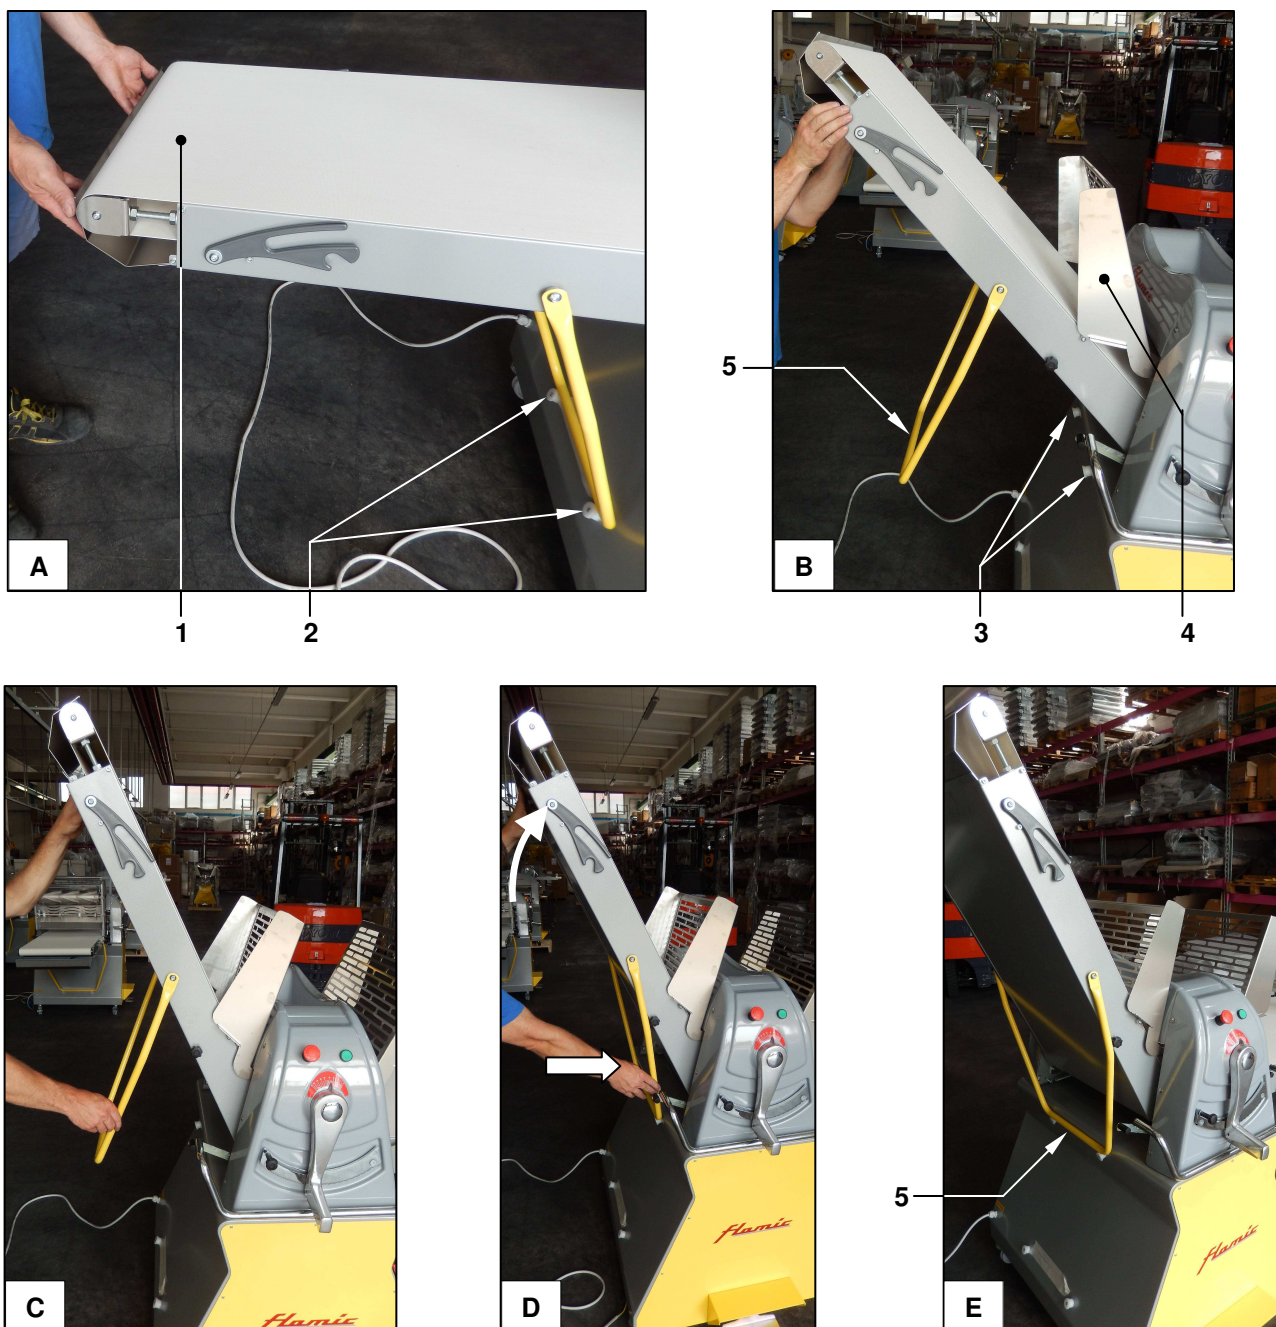

Рис. 18 - Подъём/опускание столов (модель SF600)
Для перемещения стола (1) из положения на фото А в положение на фото Е (Рис. 18):
- полностью поднимите ограждение (4) (см. пар. 3.5.1)
- поднимите стол (1) (фото В),
- для $L_{\text{стол}} \leq 850$ мм: оператор, поддерживая стол одной рукой, второй рукой должен установить опору (5) на выступы (3) (фото С-D-E) - для $L_{\text{стол}} > 850$ мм: пока один оператор поднимает и удерживает стол двумя руками, второй оператор должен установить опору (5) на выступы (3).
- Для перемещения стола (1) из положения на фото Е в положение на фото А, соблюдая предосторожности, связанные с длиной стола, поднимите стол слегка вверх, снимите опору (5) с выступов (3) и, поддерживая, опустите стол вниз на опору (5), которая устанавливается на нижние выступы (2).